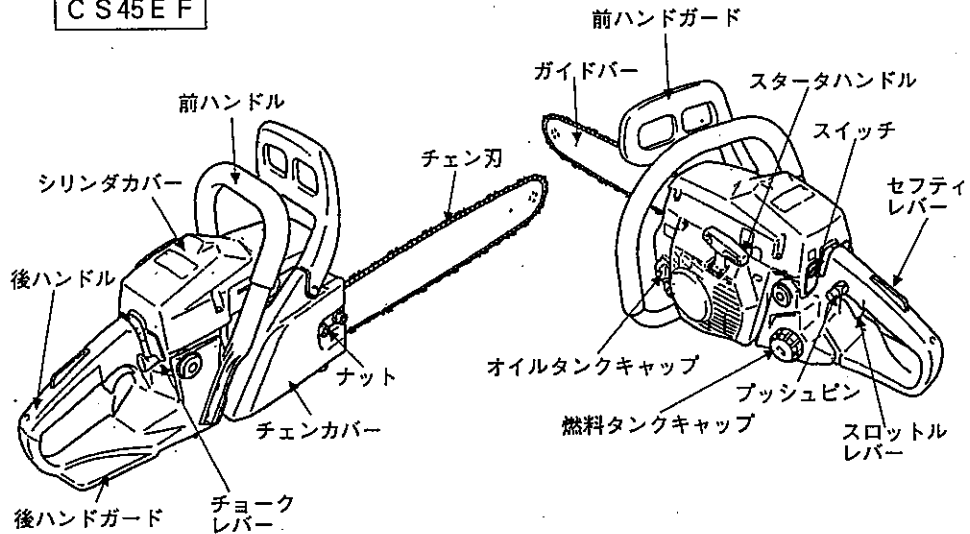

図 1
- (1) チェンカバーを締付けているナットをゆるめて, チェンカバーをはずします。(図1)